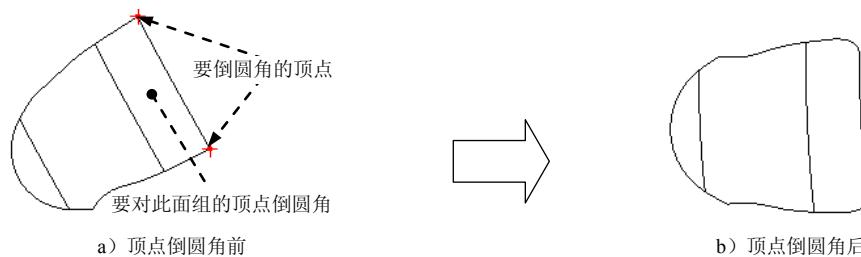

图 6.3.8 用“顶点倒圆角”选项修剪面组
选择下拉菜单 **插入(I)** → **高级(A)** → **顶点倒圆角(V)...** 命令，可以创建一个圆角来修剪面组，如图 6.3.8 所示。
Step3. 在系统“选取求交的基准面组”的提示下，选取图 6.3.8 中要修剪的面组。
Step4. 此时系统提示“选取要倒圆角/圆角的拐角顶点”，按住 Ctrl 键不放，选取图 6.3.8 中的两个顶点并单击“选取”对话框中的“确定”按钮。